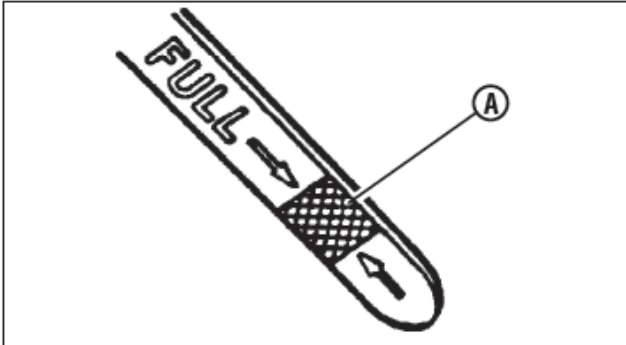

Рис. 1: Отметка Full на масляном щупе
- 3) Проверьте уровень масла в двигателе и долейте при необходимости, чтобы уровень находился на отметке FULL (A, рис. 1). Обратитесь к руководству по эксплуатации двигателя для получения рекомендаций по маслу.